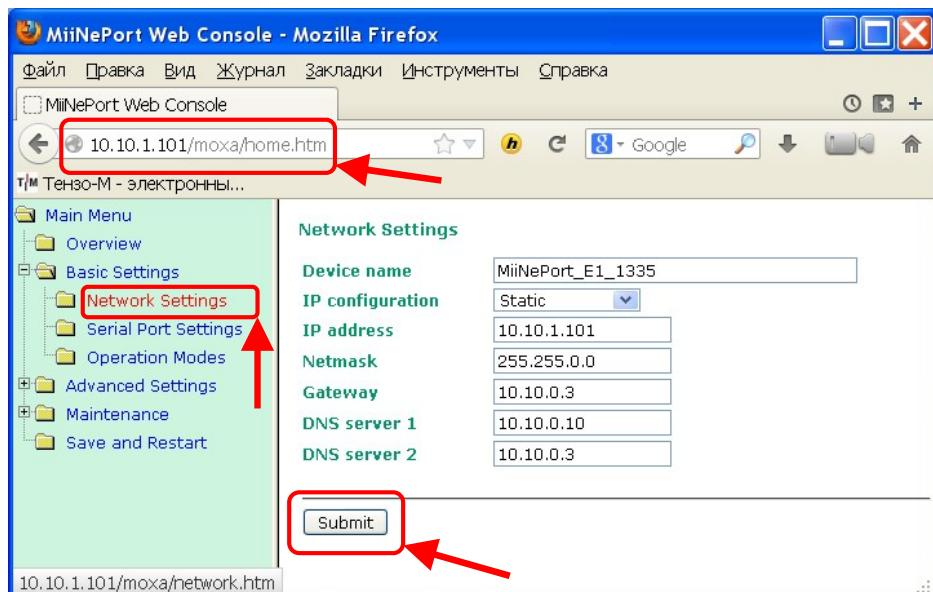

Рис. 16.9. Консоль управления «MiiNePort Web Console», сетевые установки.
16.10. Не закрывая утилиту «NPort Windows Driver Manager», в адресной строке обозревателя Internet наберите IP адрес добавленного порта (в нашем случае — «10.10.1.101», см. Рис.16.7, стр.32), войдите в консоль управления «MiiNePort Web Console» и перейдите в пункт меню «Basic Settings\Network Settings» (см. Рис. 16.9).
- если выбран статический способ получения адреса (как на Рис. 16.9), установите также остальные параметры: IP адрес («IP address»), маску подсети («Netmask»), шлюз («Gateway»).
16.12. После установки сетевых параметров нажмите на кнопку «Submit» («подтвердить», см. Рис. 16.9).